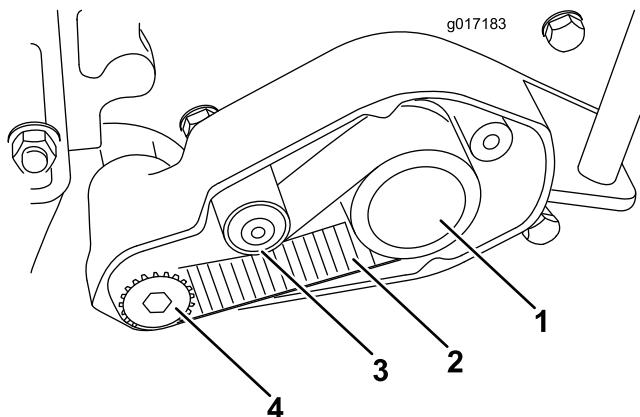

図 6
14. 左リールシャフトの延長部に駆動ブーリを取り付ける（図 6）。リールが回転しないように角材などで固定しておいて、ブーリをトルク締めする；最低トルクは 17 ft-lb ($23 \text{ N-m} = 2.4 \text{ kg.m}$)
15. 駆動ブーリ、受動ブーリ、アイドラに、歯付きベルトを取り付ける（図 6）。
24. 駆動ベルトを中間部 (駆動プーリと受動プーリの中間部) を手で押してベルトの張りを確認する (図 6)。ベルトを 2-4 kg の力で押したときに、6 mm のたわみが得られるのが適正である。張りが適当でない場合には、バックサイドアイドラプーリのピボットの六角頭ボルトをゆるめ、アイドラの角度を調整して適切な張りを出し、ピボットの六角頭ボルトを 7-10 ft-lbs (9-14 N-m = 1.0-1.4 kg.m) にトルク締めする